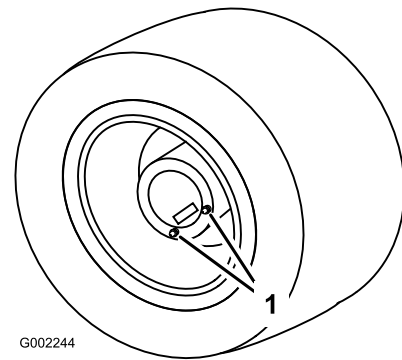

Figura 61
1. Coloque el fumigador sobre una superficie nivelada con las ruedas traseras posicionadas para el drenaje, según se muestra en Figura 61.
3. Coloque un recipiente debajo de los tapones de vaciado y retire éstos de la rueda (Figura 61).